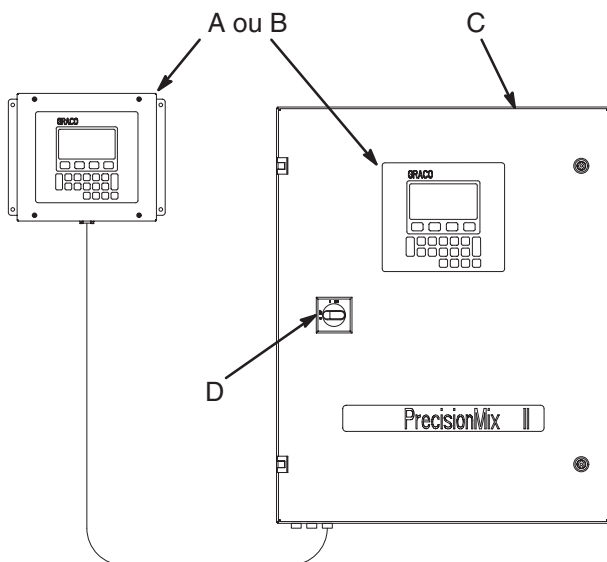

Fig. 13.5
3. Mettre le commutateur marche-arrêt (D) du Precision-Mix II sur arrêt. Voir Fig. 13.5.
4. Débrancher le câble d'interface utilisateur (A ou B) de l'automate du PrecisionMix II (C).